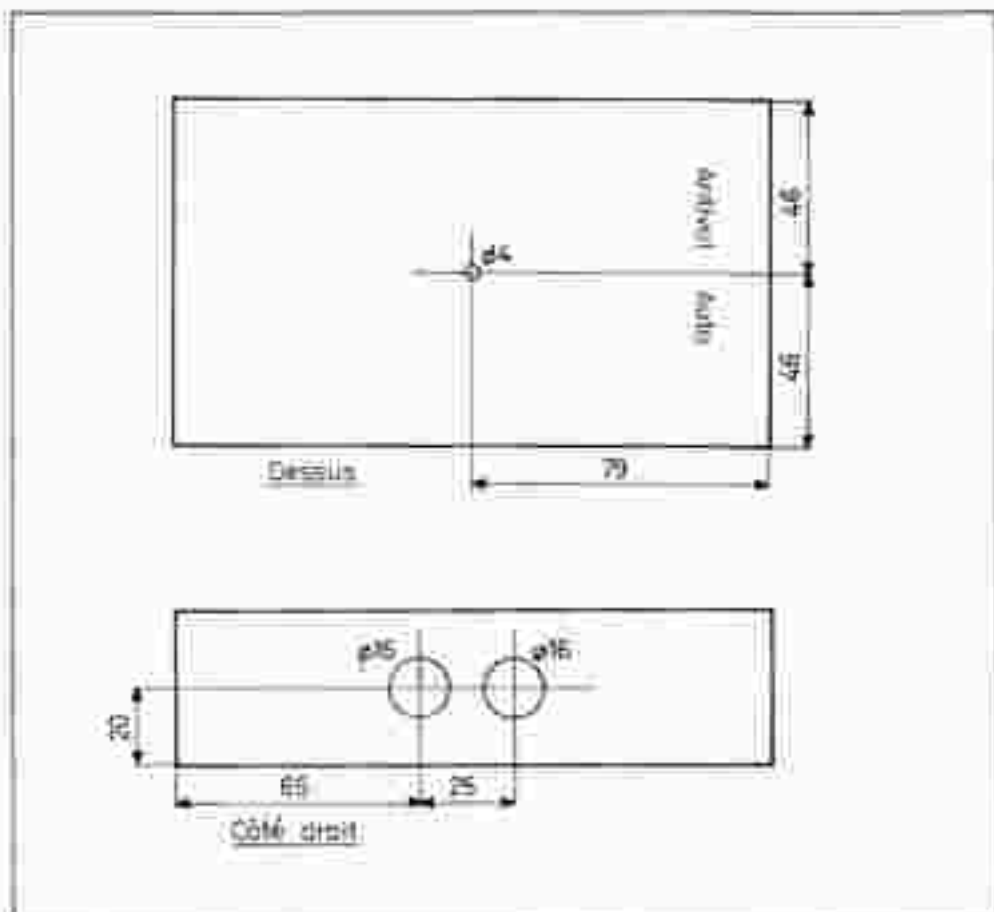

Fig. 7. - Le montage sera introduit à l'intérieur d'un coffret plastique Teko de référence P/3.
- Il suffit de délimiter le périmètre de la piste avec un encadrement qui sera réalisé par exemple en polystyrène choc (méthode Hobbystyrène) ou en baguettes de bois (dans les magasins de modélisme). Ces deux matériaux se travaillent très bien au cutter. On pourra prendre, comme l'exemple, des baguettes de 5 x 10 mm de section, et les coller à la Néoprène sur les bords de la piste (voir détail fig. 7). L'autre face du circuit imprimé sera protégée par un cutter réalisé également par l'un des deux matériaux cités, et collé.